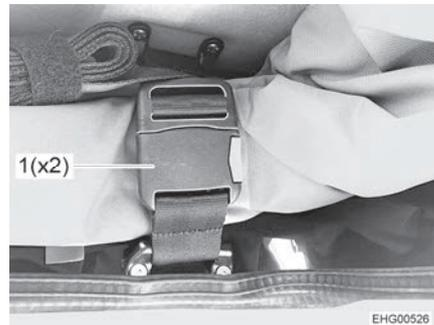

Fig. 45 Fibbia
- Aprire le due fibbie (Fig. 45,1).